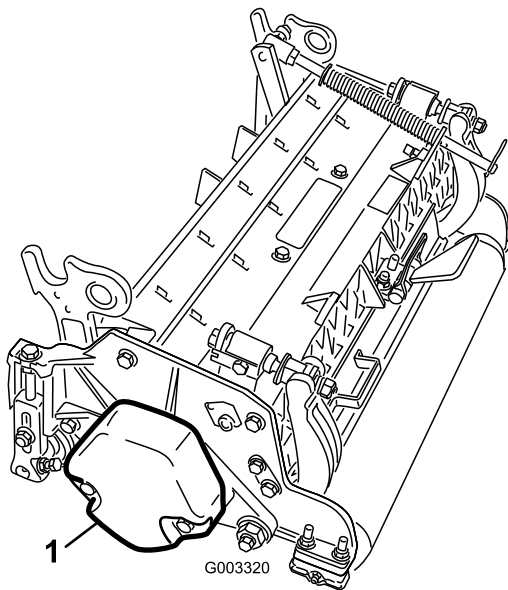

図 4
4. カウンタウェイト(図 4)を、決められている側に取り付ける；カッティングユニットのオペレーターズマニュアルを参照。